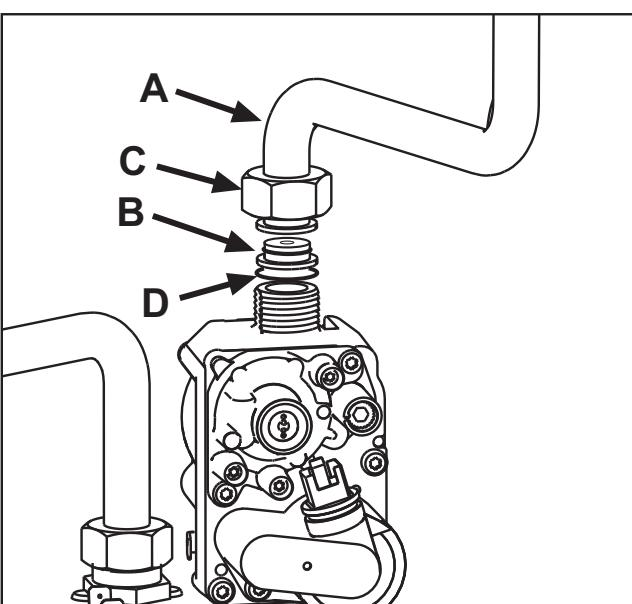

fig. 22
3. Deșurubați piulița C și scoateți tubul de gaz A de pe valva de gaz (vezi fig. 22).
4. Înlocuiți duza B introdusă pe tubul de gaz cu cea aflată în kitul de transformare, interpusând garnitura D (vezi fig. 22).